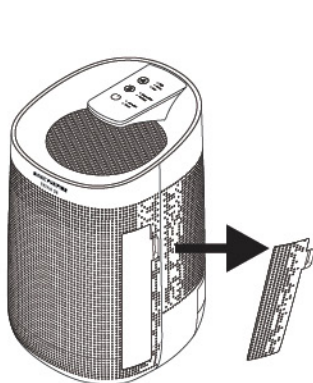

fig. 1
1. Dra och lyft för att öppna filterlocket (fig. 1).